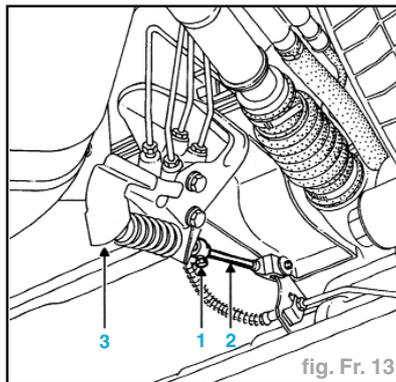

fig. Fr. 13
- Pour le réglage du compensateur, débloquer la vis (1) et agir sur la position de la tige (2) dans le manchon.
Nota : Ne pas toucher à la position de l'écrou (3) (fig. Fr. 13).